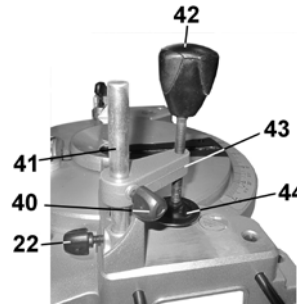

Рис. 4
8.4. Установка струбцины (Рис. 4)
8.4.3. Как показано на (Рис. 4), установите стойку струбцины (41) в посадочное отверстие.